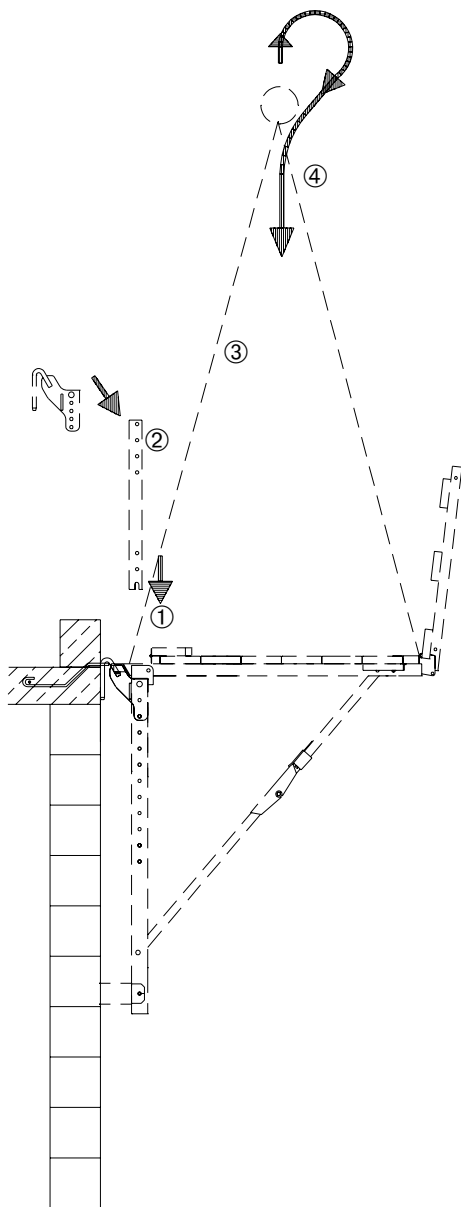

Fig. 15.1
Les n° des étapes 1, 2, 3, etc. décrites ci-après se rapportent également aux n° de la figure 15.1.
1. La planche repliable doit être relevée (fig. 15.1).
4. Positionner la plate-forme à l'endroit voulu à l'aide de la grue (fig. 15.1).